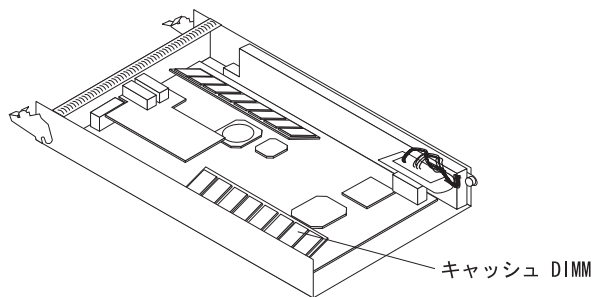

図 39. RAID キャッシュ DIMM の取り外し
- a. RAID キャッシュ DIMM コネクタの端の保持クリップを開位置にします。図 39 は取り替えるキャッシュ DIMM を示しています。
- a. キャッシュ DIMM コネクターの端の保持クリップを開位置にします。60 ページの図 39 は取り外すキャッシュ DIMM を示しています。